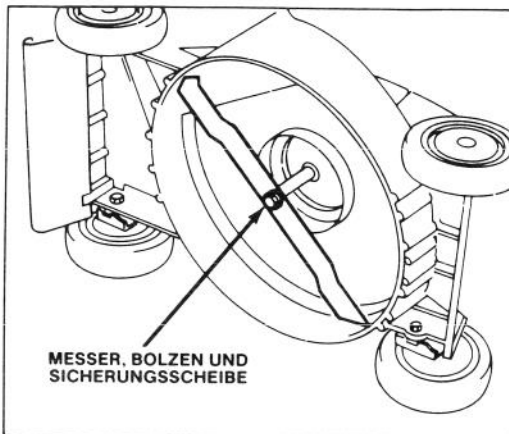

Abbildung 13
2. Kippen Sie den Mäher auf die linke Seite (Abb. 13).
3. Mäher auf die linke Seite kippen (Abb. 13).
5. ENTFERNEN DES MESSERS — Das Ende des Mähmessers mit einem Lappen oder einem dicken Handschuh anpacken. Messerbolzen, Sicherungsscheibe und Messer entfernen. (Abb. 13).